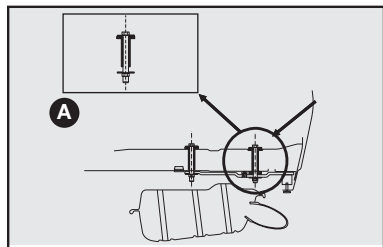
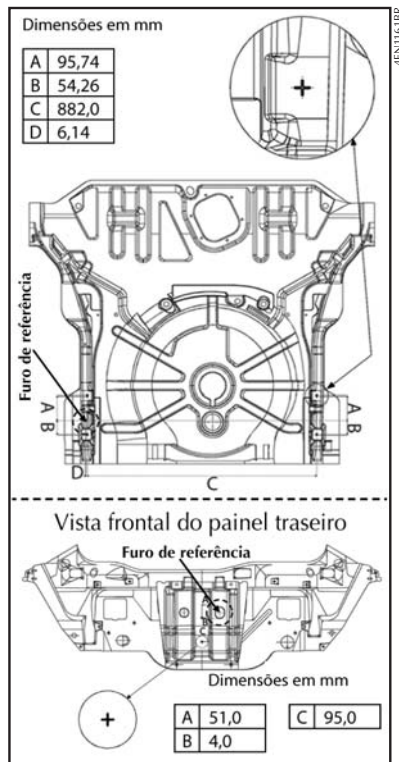

fig. 11
fig. 12
- Efetuar no veículo a furação com Ø (diâmetro) 11 mm traspassando o assoalho posterior (ver detalhe **A-fig. 11**) e a longarina nas marcas esquemáticas indicadas na figura correspondente ao modelo do seu veículo **fig. 12**.